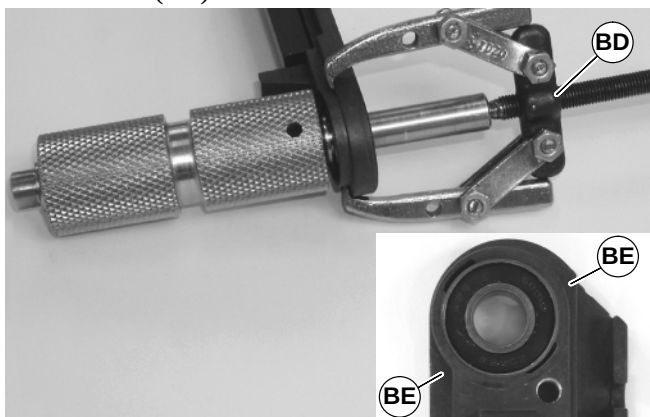

Abbildung 36
5. Mit einem Lagerausbauwerkzeug (BD siehe Abbildung 36), Teil Nr. 807–1078, die vordere Deckplatte von der Achsenzapfenseite der Antriebsrolle entfernen. Verbindungswerkzeug klemmt an den angezeigten Punkten (BE).